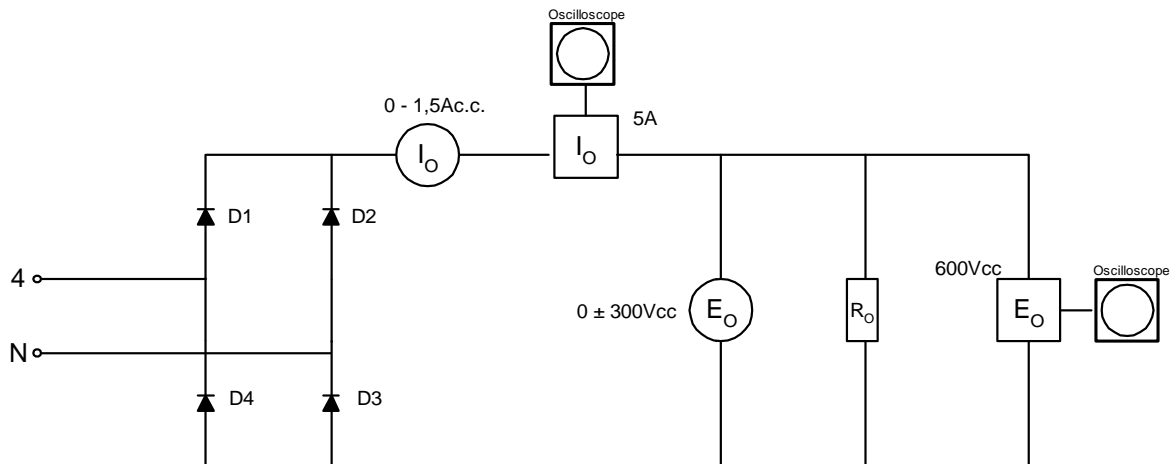

FIGURE 1-3
1. Montez le circuit de la Figure 1-3.